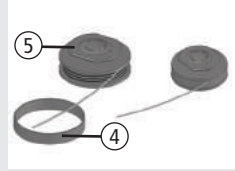

Fig. 15
No caso do fio de nylon romper-se dentro do carretel (5), retire a abraçadeira de proteção (4) do carretel e puxe o fio cerca de 8 cm. Em seguida, introduza o fio de nylon no furo da abraçadeira (4). Recoloque a abraçadeira (4) no carretel (5) e o carretel no porta carretel do aparador [Fig. 15].